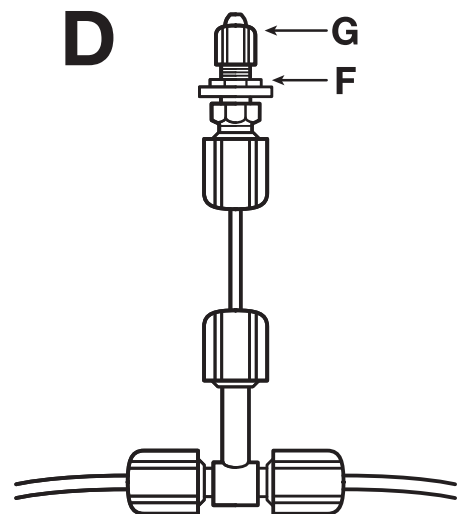

FIGURE 3: Air Line Routing
- 8) (FIG. 3) Route the air line (H) from fitting on the shock to the tee-valve previously installed. Make sure you allow extra length for unit movement. Locate the air lines along the sides of the frame, cross members or brackets. You may use the clips (J) supplied to make the installation neater by drilling a 1/4" (6mm) diameter hole (K) at the desired mounting location.
- 8) (FIG. 3) Oriente el tubo de aire (H) desde el conector en el amortiguador a la válvula en T instalada previamente. Asegúrese de dejar suficiente longitud para permitir el movimiento de la unidad. Instale la tubería de aire a lo largo de los costados de la estructura, los travesaños o los soportes. Puede usar los clips de sujeción (J) suministrados para adaptar mejor la instalación taladrando un agujero de 1/4 de pulgada (6 mm) en diámetro (K) en la ubicación deseada de montaje.
- 8) (FIG. 3) Dirigez la conduite d’air (H) du raccord sur l’amortisseur jusqu’à la soupape d’équerre précédemment installée. Assurez-vous d’allouer une longueur additionnelle pour le mouvement du dispositif. Fixez les conduites d’air le long des côtés du châssis, des traverses ou des fixations. Vous pouvez aussi utiliser les crochets (J) fournis pour une meilleure installation. Pour ce faire, percez un trou de 6mm (1/4 po) de diamètre (K) à l’emplacement de fixation souhaité.